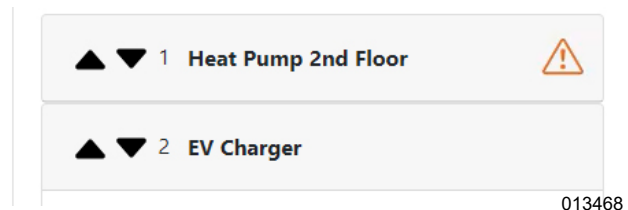

Figure 4-9. Icône d'avertissement de temps d'arrêt minimum
- Si l'exploitant tente de redémarrer la charge trop tôt, l'application indique qu'elle est en attente et affiche une icône d'avertissement. Voir Figure 4-9. La charge redémarre après l'expiration du délai de temporisation.